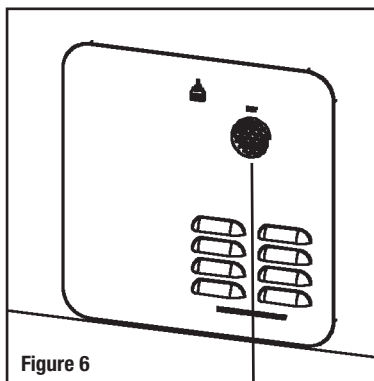

Figure 6
2. le tuyau d'échappement sort sur le devant de la porte par un orifice de dégagement, MAIS ne dépasse pas la face de la porte. S'assurer que le tuyau d'échappement est bien placé. Voir la figure 6